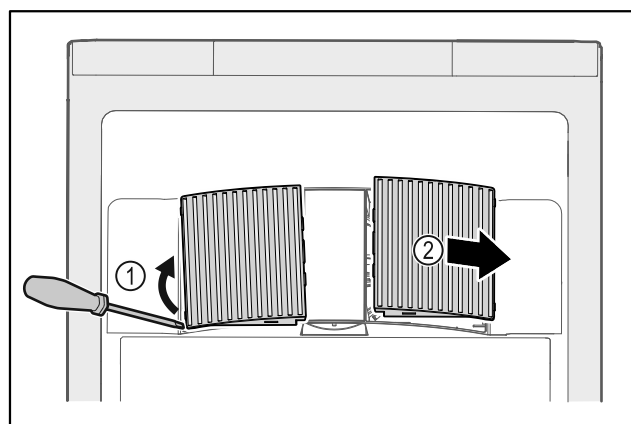

Fig. 227
- ▶ Abrir cuidadosamente las cubiertas del ventilador haciendo palanca por un lado Fig. 227 (1) y retirarlas hacia delante Fig. 227 (2).